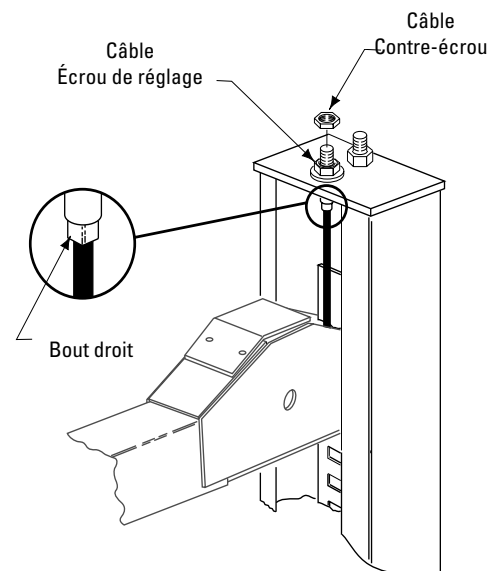

Fig. 27
- À partir de la colonne avant droite : utiliser une règle rectifiée pour marquer la hauteur de l'étrier sur la colonne, Fig. 27.
le réglage du loquet de la barre de verrouillage, régler la tige du câble. Desserrer le contre-écrou du câble, Fig. 27, et tourner l'écrou de réglage pour monter le loquet 5 cm (2 po) au-dessus de la fente de la barre de verrouillage. Serrer le contre-écrou du câble. Abaisser le pont élévateur et sortir le véhicule.